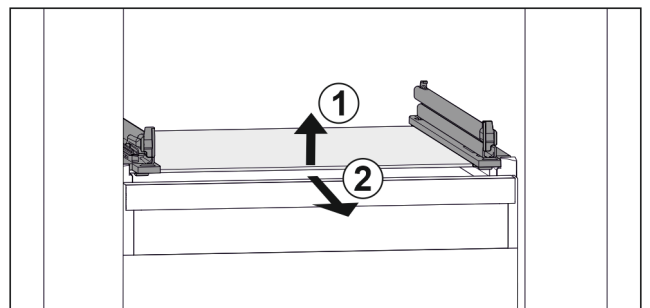

Fig. 68 Примерно изображение на стъклената плоча
- ▶ Повдигнете стъклената плоча отпред. Fig. 68 (1)
- ▶ Извадете стъклената плоча напред. Fig. 68 (2)